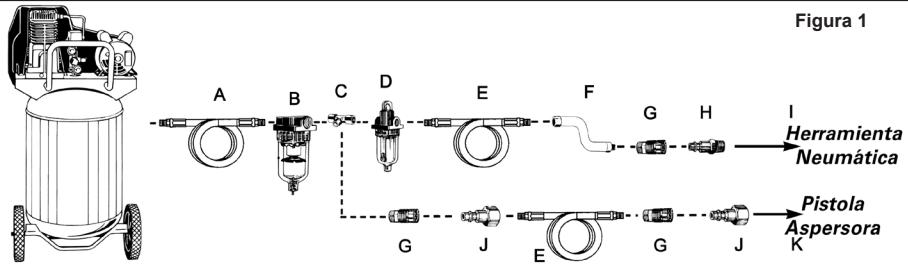

Figura 1
6. Conecte la herramienta al acoplador rápido de la manguera de aire. **NOTA: Se recomienda utilizar una manguera de conexión flexible con un cabezal giratorio (P012-0079SP - no incluida) para evitar que la manguera de aire se doble, enrosque o gaste demasiado (ver ítem "F" en la figura 1 para las conexiones recomendadas).**
Motor neumático: Para mantener el máximo rendimiento de la herramienta neumática, debe lubricarla en cada uso. El polvo, la suciedad, el óxido y los residuos de aceite se acumularán dentro de la herramienta y reducirán el rendimiento. Se recomienda utilizar un engrasador en línea para la lubricación automática apropiada de las herramientas (vea Figura 1). Si no tiene un engrasador en línea, puede lubricar manualmente la herramienta a través del orificio de entrada (vea Figura 3).